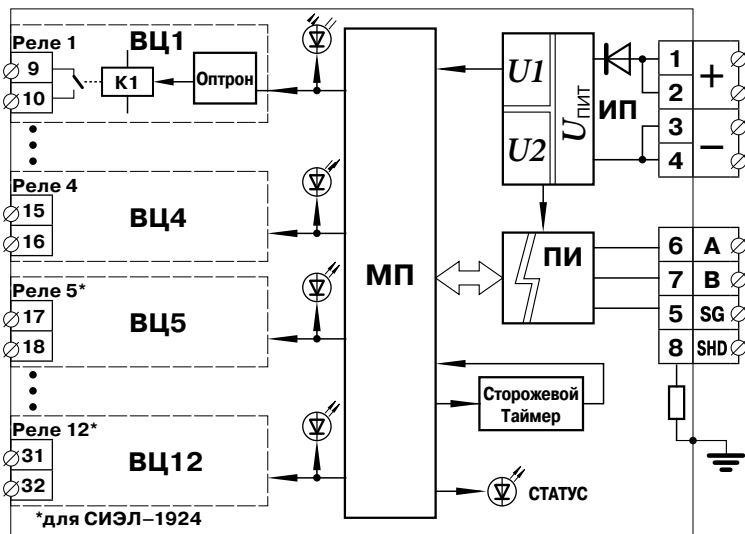

Рис.1.
3.3. Общая функциональная схема модулей представлена на рис. 1.